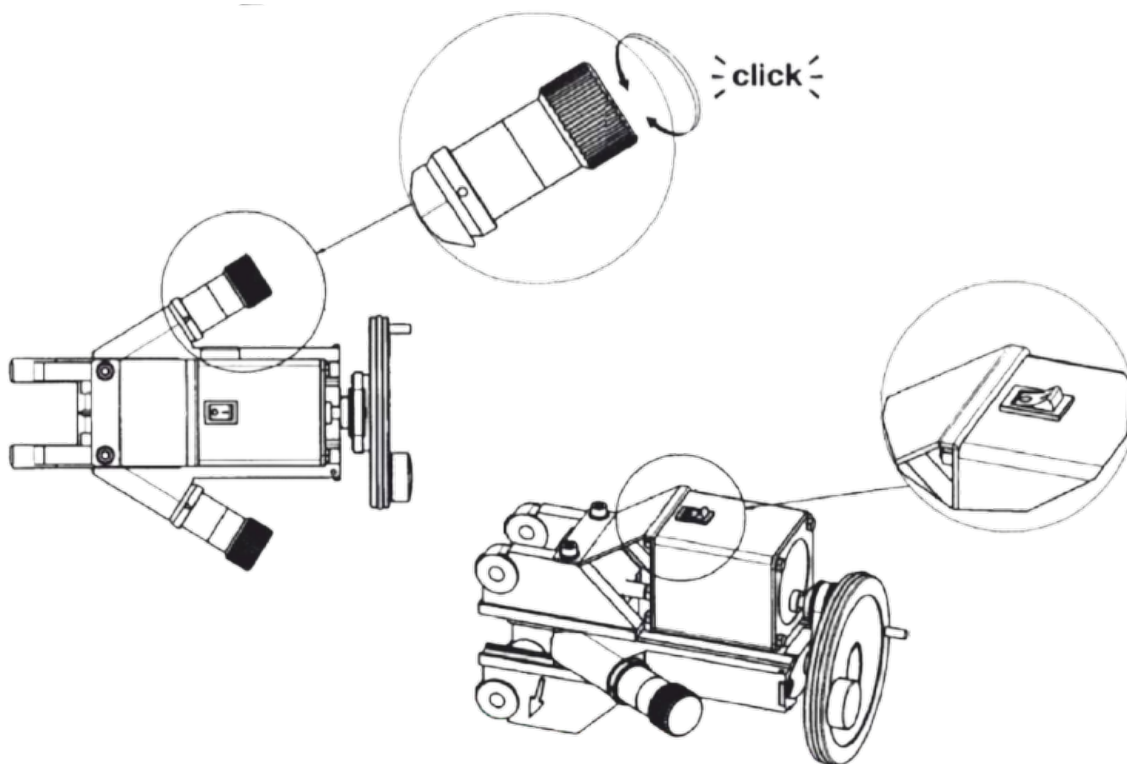

Рисунок 32
7.8.12 Один щелчок равен 0,05 мм. (рис. 32)